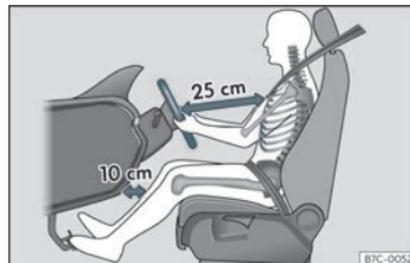

Fig. 2 La distance correcte entre le conducteur et le volant doit être de 25 cm minimum (10 pouces).
- Réglez le volant de sorte qu'il se trouve à une distance d'au moins 25 cm (10 pouces) du sternum»» **fig. 2** et que vous puissiez le tenir à deux mains sur les côtés, à l'extérieur, les bras légèrement fléchis.
- Réglez le siège dans la longueur de manière à pouvoir actionner à fond les pédales avec les genoux légèrement fléchis et de manière à laisser une distance d'au moins 10 cm (4 pouces) entre les genoux et le combiné d'instruments»» **fig. 2**.